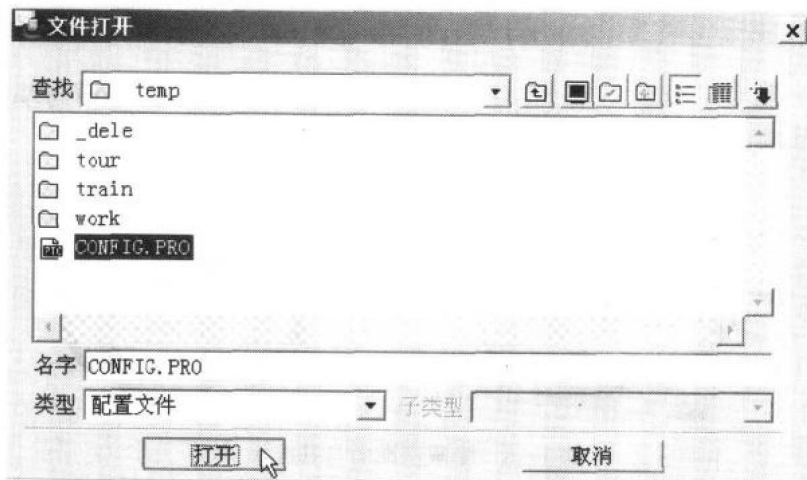

图1-16 选取文件名称对话框
(2) 选取文件名称：完成点选主菜单后，接着选取欲加载的文件名称，如图 1-16 所示。